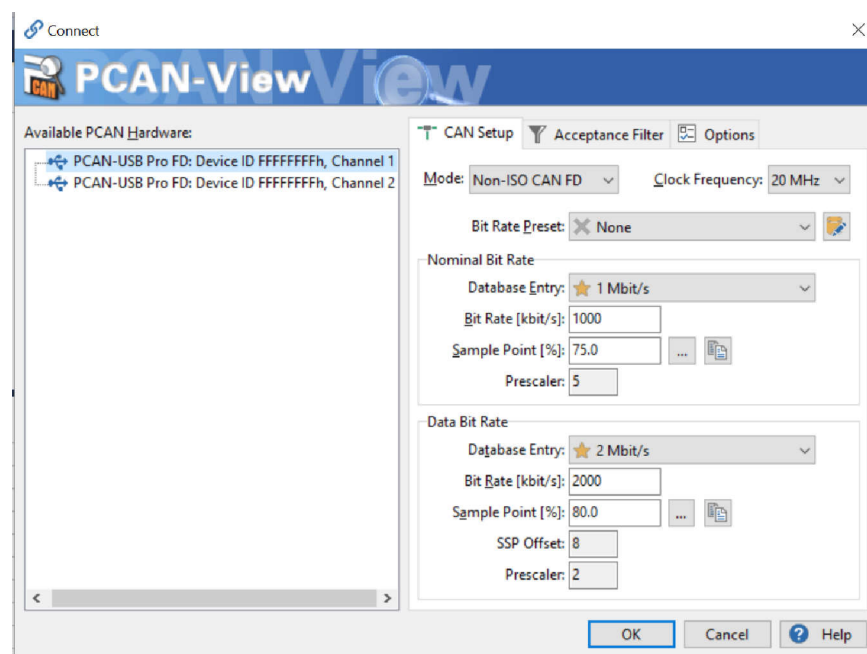

図 3-10. TIDA-020076 ソフトウェア テスト設定:PCAN ビュー
PCAN ビューについては、図 3-10 と以下のリストを参照してください。
2. チャンネル 1 を選択し、図 3-10 のようにデフォルト設定を維持します